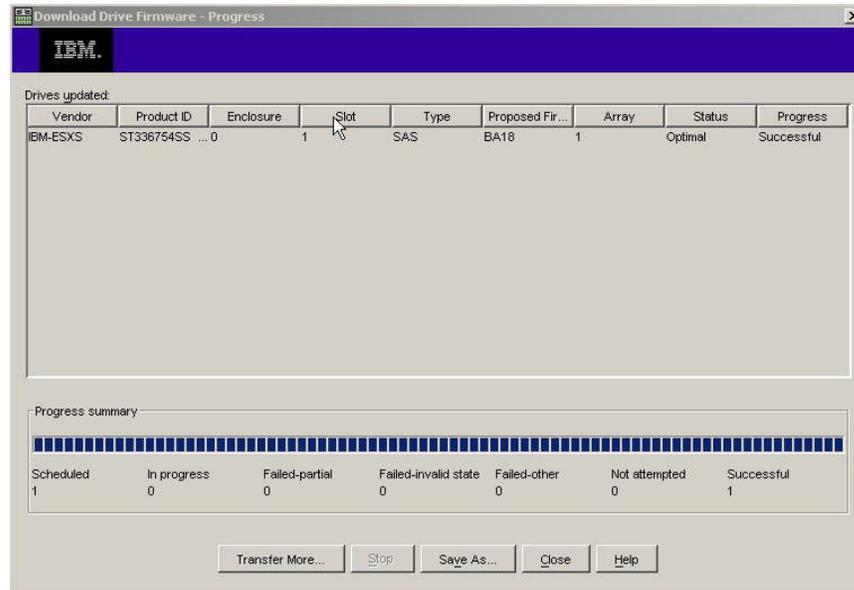

Figure 32. Fenêtre Download Progress
10. Lorsque la page d'avertissement Download Drive Firmware s'ouvre et que le message Do you want to continue? s'affiche, entrez yes et cliquez sur **OK** pour lancer le téléchargement du microprogramme. La fenêtre Download Progress s'ouvre (voir la figure 32). N'intervenez pas tant que le processus de téléchargement n'est pas terminé.